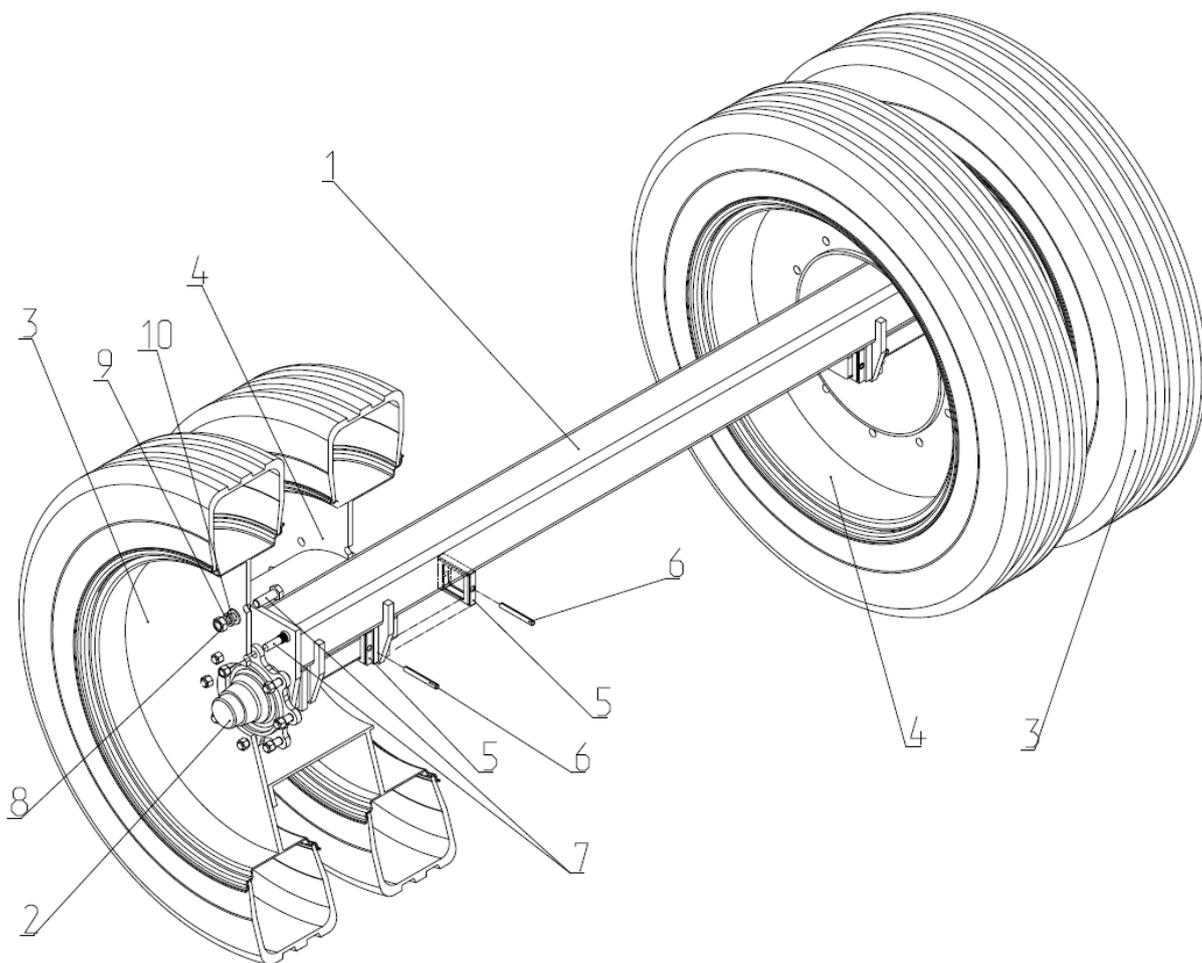

Рис.7 Мост
2.1.4. Секция (рис.4) рабочих органов предназначена для непосредственного внесения удобрений в почву. Секции устанавливаются на носителе, шаг установки 45 см. (рис.7). Секция рабочих органов состоит из двух дисков 11 в которых размещены по двенадцать игл 25. Диски крепятся к штанге 14 ступицей 17. Штанга устанавливается на стойке 3. Стойка устанавливается в кронштейн 1.
2.1.6. Мост (рис. 7) состоит из балки 1, на которой устанавливается ступица 2 и фиксируется шайбами 5 и штифтами 6, двух колес 3 и двух колес с проставкой 4.